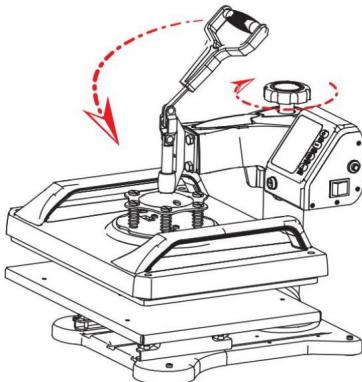

Fig 8
8. Drehen Sie das Handrad und versuchen Sie, den Griff mehrmals zu drücken, bis der entsprechende Druck eingestellt ist (siehe Abbildung 8).